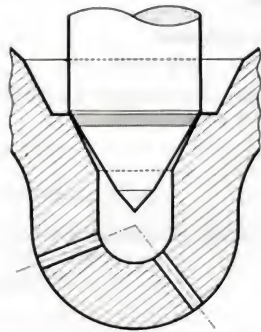

Fig. 31.
- 6° La portée est insuffisante lorsque les angles du siège et de l'aiguille **sont corrects**, mais avec une portée située « **trop haut** » (fig. 31). Dans ce cas, l'aiguille fonctionne correctement mais a tendance à **creuser le siège**.